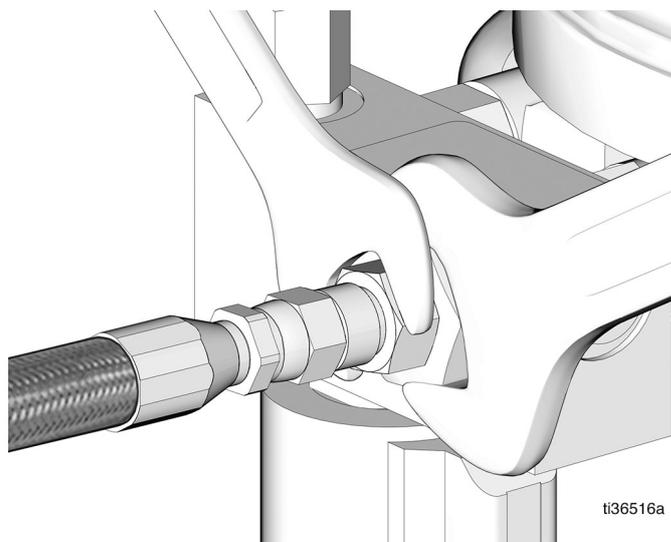

Рис. 8
- Повторно подсоедините магистральную линию (Рис. 8).